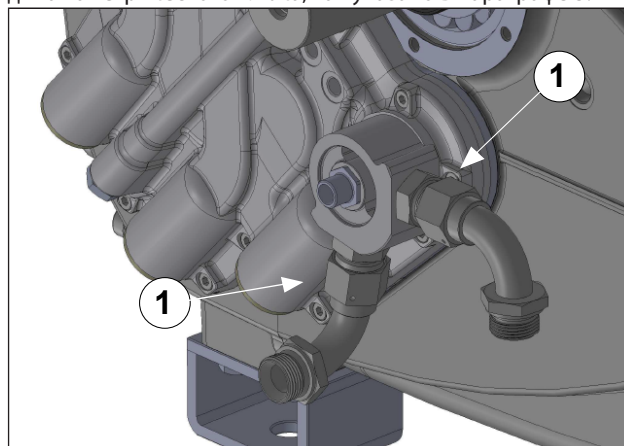

Рис. 131
Установите картридж масляного фильтра, затянув его вручную (поз. ①, Рис. 131).